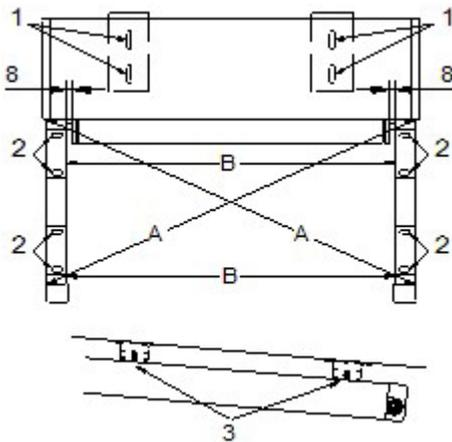

Abb. 23: Ausrichten der Markise
- » Messen Sie die Diagonale (A – Abb. 23) und die Breite (B – Abb. 23) nach. Die beiden Maße A müssen gleich sein und die beiden Maße B müssen gleich sein.
- » Stimmt die Diagonale/Breite nicht, lockern Sie die Schrauben (1, 2 + 3 – Abb. 23) und verschieben Sie die Markise auf das richtige Maß. Ziehen Sie die Schrauben dann wieder festst.